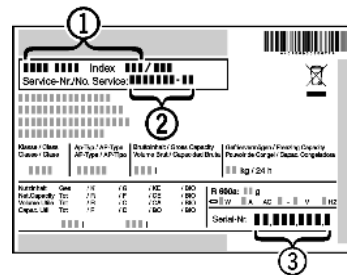

Fig. 65
- ▶ Odczytać z tabliczki znamionowej oznaczenie urządzenia *Fig. 65 (1)*, nr serwisowy *Fig. 65 (2)* oraz numer seryjny *Fig. 65 (3)*. Tabliczka znamionowa znajduje się po lewej stronie wewnątrz urządzenia.